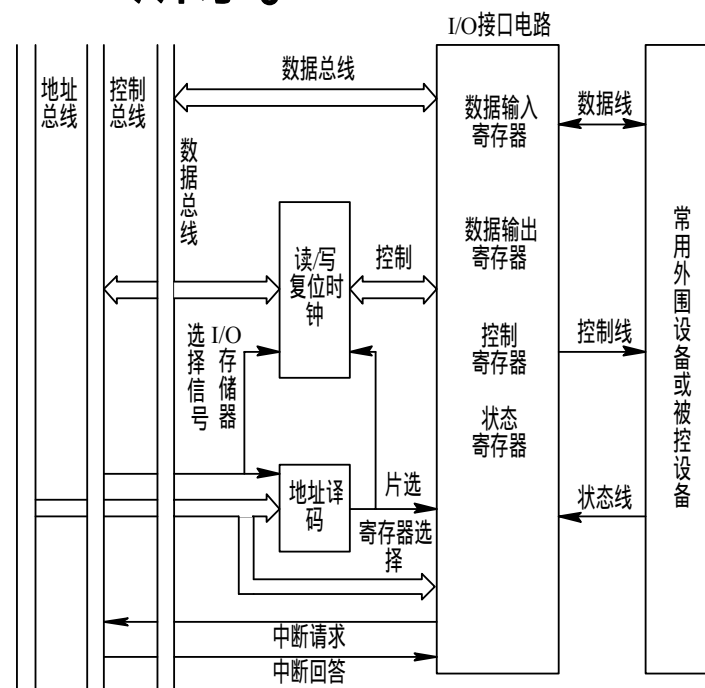

图7-12 典型的I/O接口与外部的连接
- 计算机接口是CPU和外围设备之间的连接界面。典型的I/O接口和外部的连接如图7-12所示。